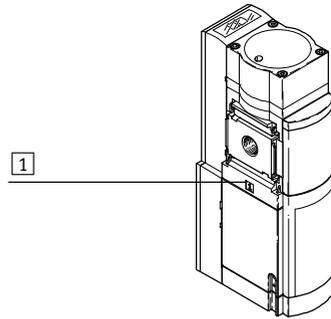

Fig. 15 Flödesriktning
- Beakta flödesriktningen från 1 till 2. Siffrorna **1** och **2** på produkthuset fungerar som hjälpmedel för orientering (→ Fig. 15).